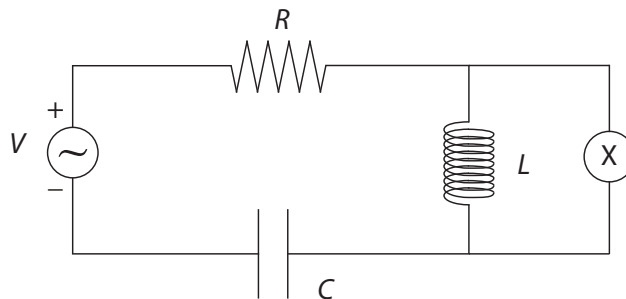

Figura 4.3: Circuito RLC.
- g) Arme el circuito de la figura 4.3 con $C = 3300$ pF y $L = 22$ mH. R representa la suma de la resistencia de la inductancia y la resistencia interna de la fuente (50Ω), esto significa que no debe agregar otra resistencia al circuito.